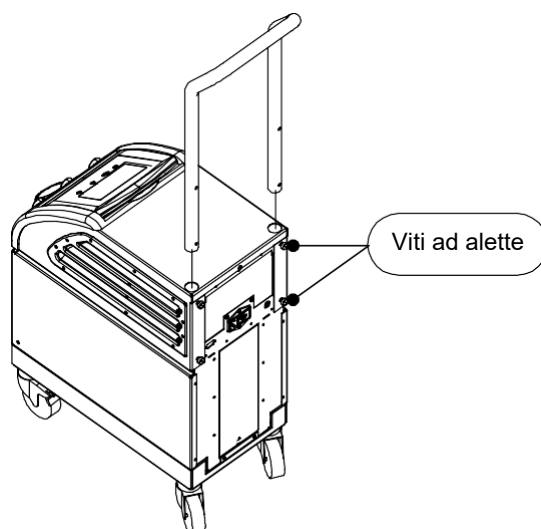

Figura 12: installazione della maniglia
- b. Infilare le due estremità della maniglia nei fori posti sulla copertura superiore (fare attenzione alla direzione della curvatura della maniglia) fino a inserirla fino in fondo (si veda la Figura 12).